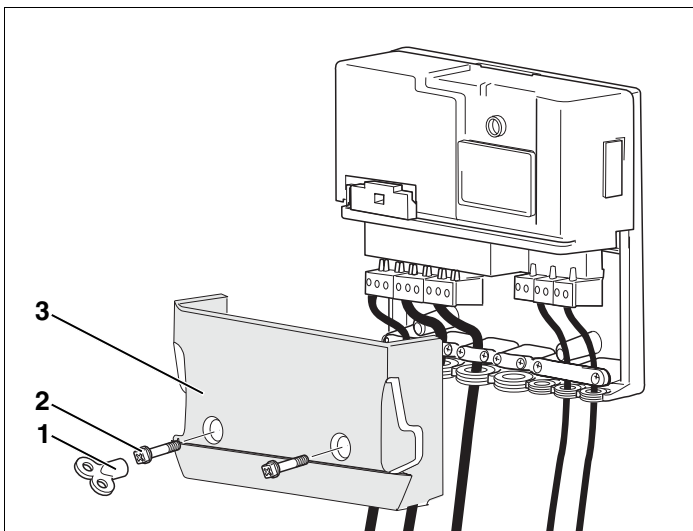

Fig. 12 Montage du cache-bornes
- Mettre le cache-bornes (fig. 12, **pos. 3**) en place.
- Serrer les vis cruciformes (fig. 12, **pos. 2**) soit avec un tournevis cruciforme soit avec une clé de purge (fig. 12, **pos. 1**).